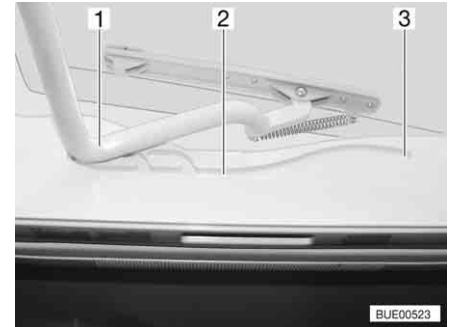

Bild 71 Heki-Dachhaube, Führung
- Den Bügel (Bild 71,1) in den Führungen (Bild 71,2) bis in die hinterste Position (Bild 71,3) ziehen.
- Den Bügel (Bild 71,1) mit beiden Händen leicht nach oben drücken.
- Den Bügel in den Führungen (Bild 71,2) bis zur gewünschten Stellung ziehen.